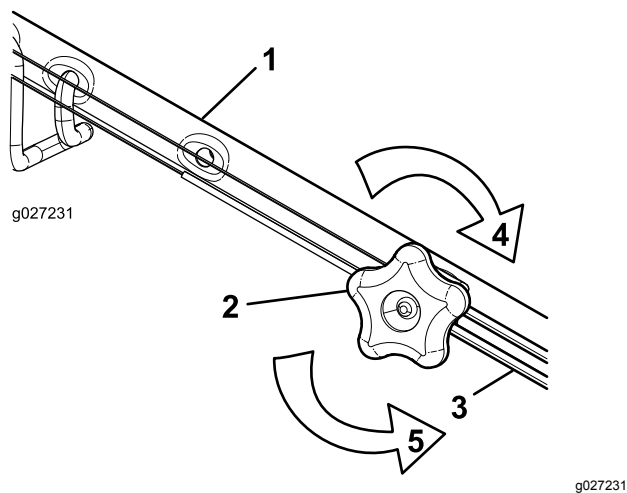

Figura 34
1. Gire el pomo de ajuste en sentido antihorario para aflojar el cable (Figura 34).
- Ajuste la tensión del cable (Figura 34) tirando del mismo hacia atrás o empujándolo hacia adelante, y sujételo en esa posición.